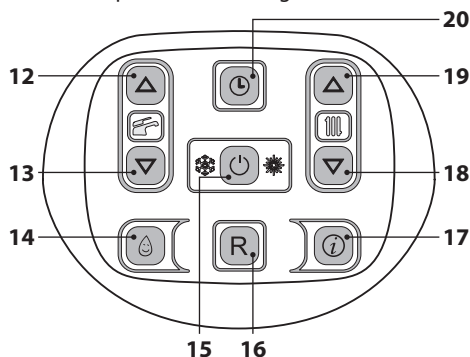
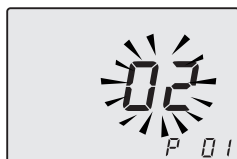
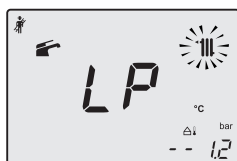
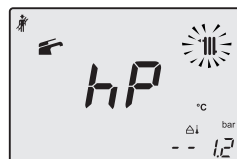

Figura 9.19
Figura 9.20
Figura 9.21
Figura 9.22
- Entre en la "modalidad de programación" pulsando simultáneamente durante 10 segundos los botones 15 - 18 - 19 (Figura 9.19) hasta que aparezcan en el display LCD las letras **P01** y el valor del parámetro, indicando que se ha entrado en el "parámetro 01" (Figura 9.20).
- Pulse simultáneamente los botones 18 y 19 (Figura 9.19) hasta que aparezcan en el display LCD las letras **LP** alternadas con el valor de temperatura del agua de calefacción (ej. **45**), indicando que se ha entrado en la activación de la "función deshollinador" a la potencia mínima (Figura 9.21).
- Pulsando el botón 19 (Figura 9.19) se puede modificar la potencia en modalidad deshollinador: el display LCD muestra las letras **hP** alternadas con el valor de temperatura del agua de calefacción (ej. **32**); estamos en la "función deshollinador" a la potencia mínima en calefacción (Figura 9.22).
- Volviendo a pulsar simultáneamente durante 10 segundos los botones 15 - 18 - 19 (Figura 9.19) se sale de la "modalidad deshollinador" y se vuelve al estado anterior de la caldera (Figura 9.25).